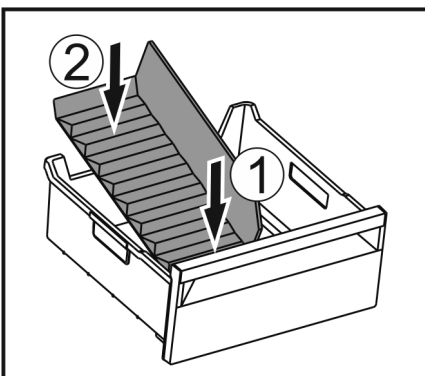

Fig. 127
- ▶ Helyezze be a jégkész-eltávolító elülső részét. Fig. 127 (1)
- ▶ Süllyessze le a jégkész-eltávolító hátsó részét a fiók aljáig. Fig. 127 (2)